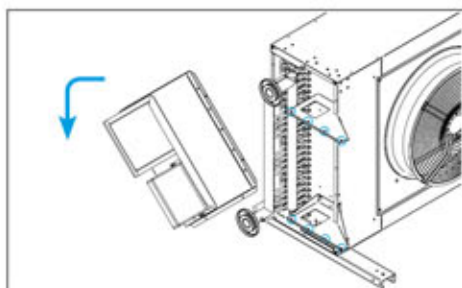

FIG.35
- Faire une rotation de 90° avec la coiffe de protection dirigée vers le haut (FIG.35).